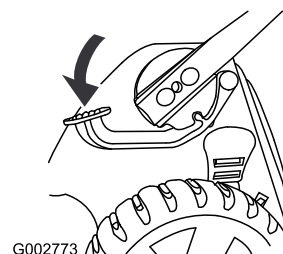

Figura 51
1. Premete il pedale col piede e tenetelo premuto (Figura 51).